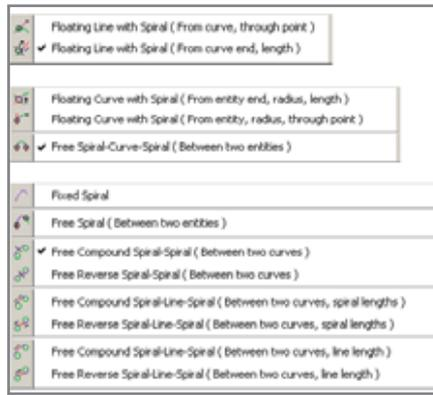

Рис. 4
- Раздел работы с осевыми линиями (*Alignments*) дополнен важными функциями отрисовки различных комбинаций переходных кривых (спиралей) (рис. 4). Использование новых инструментов сокращает время создания осевых линий любой сложности.